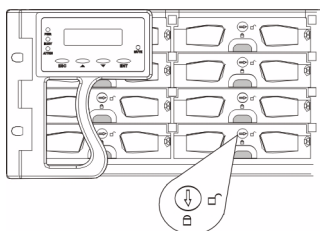

图 6.3 旋转驱动器托架上的钥匙锁
4. 合上驱动器托架上的前挡板。确保前挡板正确合上，以使驱动器托架后部的 SATA 连接器牢固地连接至中间板上的相应连接器。如果前挡板不能正确合上，则表示硬盘和子系统之间的连接不牢固。要将前挡板锁定到位，请旋转钥匙锁，直至其上面的凹槽处于垂直方向。（参见图 6.3）